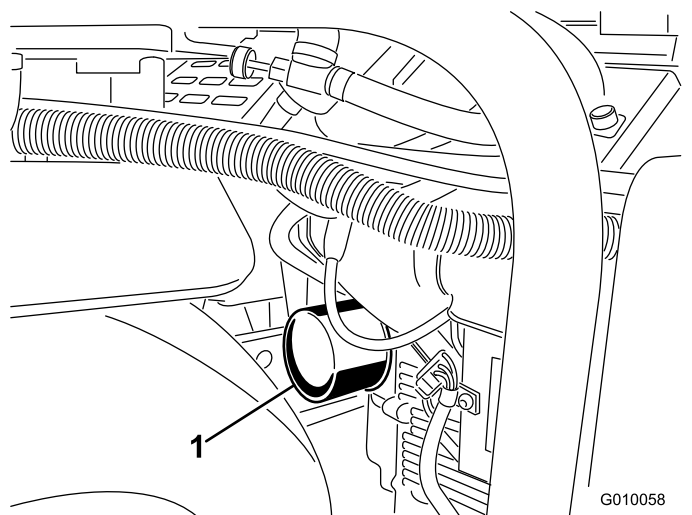
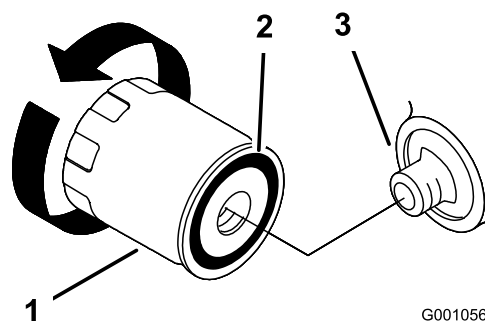

Figure 48
Figure 49
5. Placez un bac de vidange peu profond ou un chiffon sous le filtre pour récupérer l'huile (Figure 48).
6. Enlevez le filtre à huile usagé (Figure 48 et Figure 49) et essuyez la surface du joint de l'adaptateur.
13. Faites l'appoint d'huile avec précaution pour faire monter le niveau jusqu'au repère du plein (F) sur la jauge.